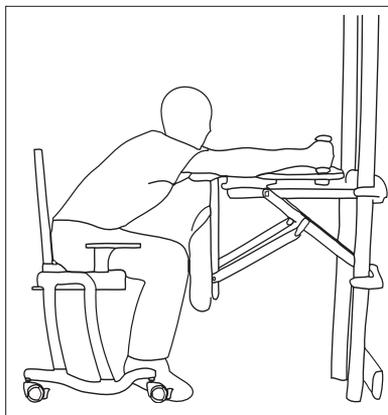

Figura 9a. El usuario se acerca al panel para el tronco y extiende los brazos hasta los agarres.
- **Figura 9a:** Lleve en silla de ruedas al usuario hasta el sistema de soporte, mirando hacia el panel para el tronco cóncavo con almohadilla.